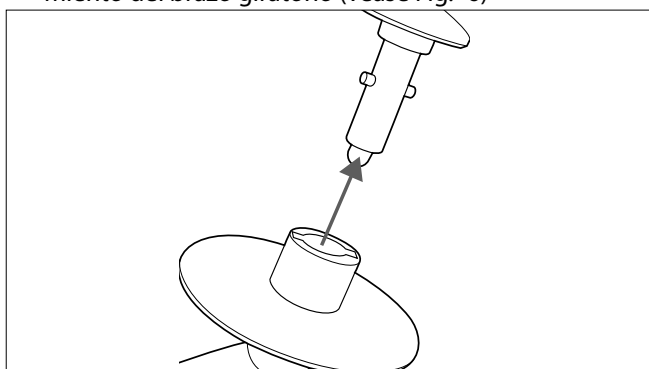

Fig. 6 – Deslizar la base giratoria sobre el soporte
- ▶ coloque el accesorio de batir desde abajo en el alojamiento del brazo giratorio (véase Fig. 6)